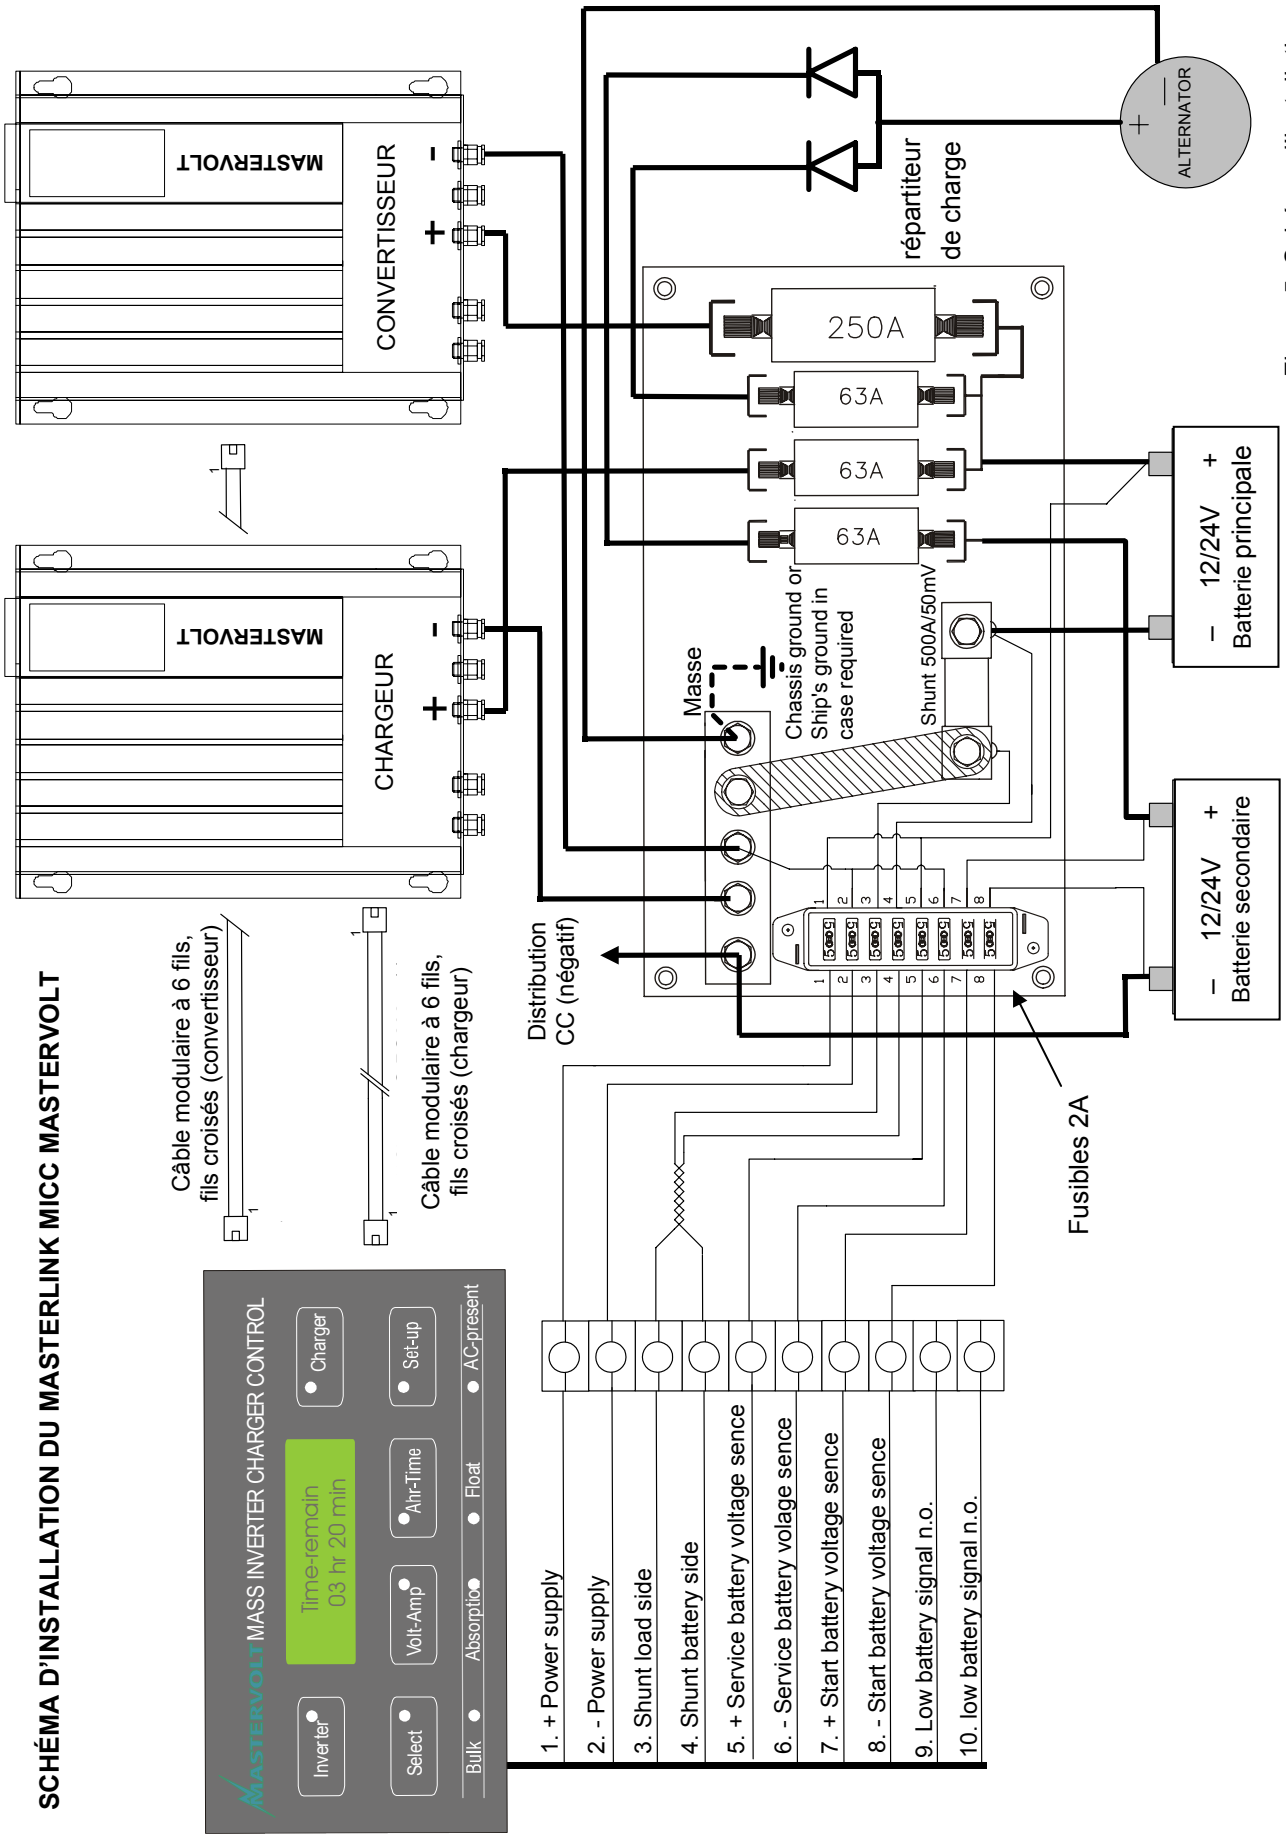

Figure 5: Schéma d'installation
10. Raccorder les fils aux bornes de jonction du Masterlink MICC (voir schéma ; figure 5) et installer le compteur avec les quatre vis fournies.